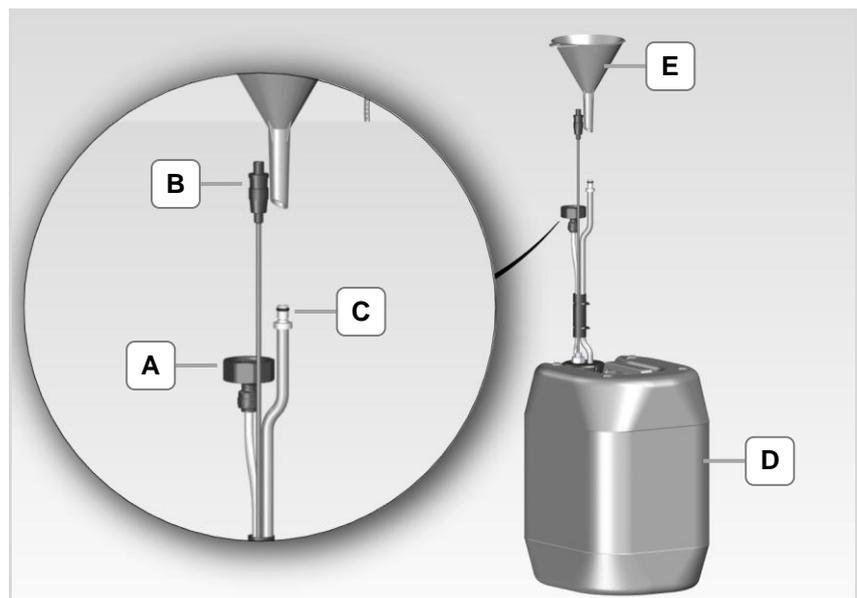
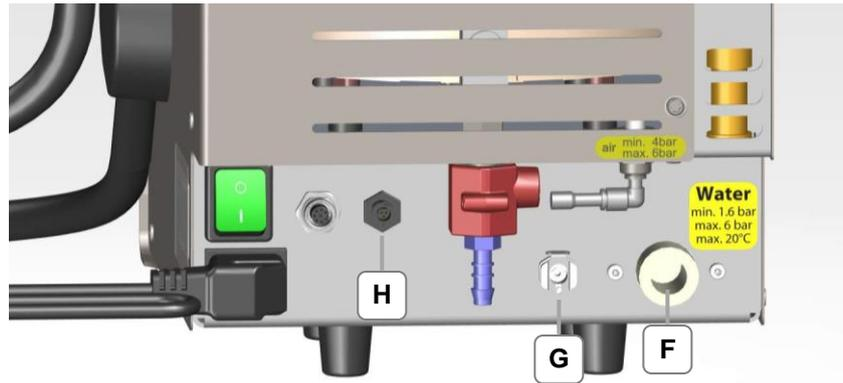
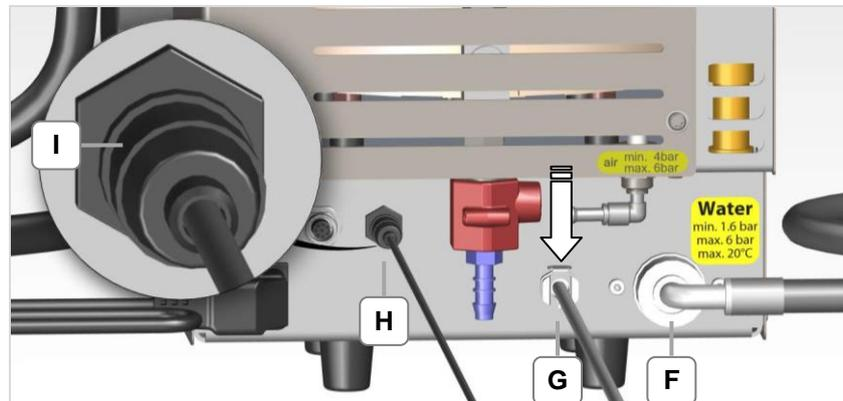
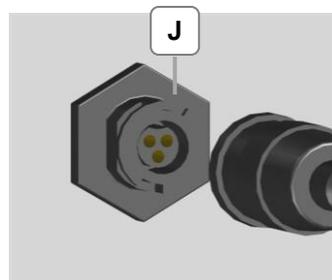

Bild 4.5.1: Kanister mit Zubehör
Bild 4.5.2: Anschlüsse für den Betrieb mit Kanister
Bild 4.5.3: Anschlüsse für den Betrieb mit Kanister (angeschlossen)
Bild 4.5.4: Steckerausrichtung (J)
<p>Auslaufendes Wasser!</p> <p>Wird ein mit Kanister montiertes Gerät an einen Festwasser-Anschluss angeschlossen, muss der Entlüftungsschlauch (Bild 4.5.3-G) entfernt werden.</p> <ul style="list-style-type: none"> • Den Entlüftungsschlauch entfernen, damit der Kanister nicht überläuft.
1. Schrauben Sie das Schraubgewinde (Bild 4.5.1-A) des Schlauchs an den Wasseranschluss des Gerätes (Bild 4.5.2-F). Prüfen Sie, ob die Dichtung im Schraubgewinde (Bild 4.5.1-A) eingelegt ist.
2. Schließen Sie den Kabelstecker (Bild 4.5.1-B) für die Füllstandüberwachung am Anschluss (Bild 4.5.2-H) an und drehen Sie die vordere Verschraubung (Bild 4.5.3-I), bis sie einrastet. Steckerausrichtung beachten (Bild 4.5.4-J).
3. Stecken Sie den Entlüftungsschlauch (Bild 4.5.1-C) in den Anschluss (Bild 4.5.2-G).
<p>Befestigung Wasseranschluss Kanister prüfen!</p> <ul style="list-style-type: none"> • Achten Sie auf eine korrekte und sichere Befestigung der Anschlüsse. • Prüfen Sie die Anschlüsse (Bild 4.4.3-E+F) auf Dichtigkeit und Funktion. • Beachten Sie beim Abstecken des Entlüftungsschlauchs, den Verriegelungshebel (Bild 4.5.3-G) in Pfeilrichtung nach unten zu drücken!